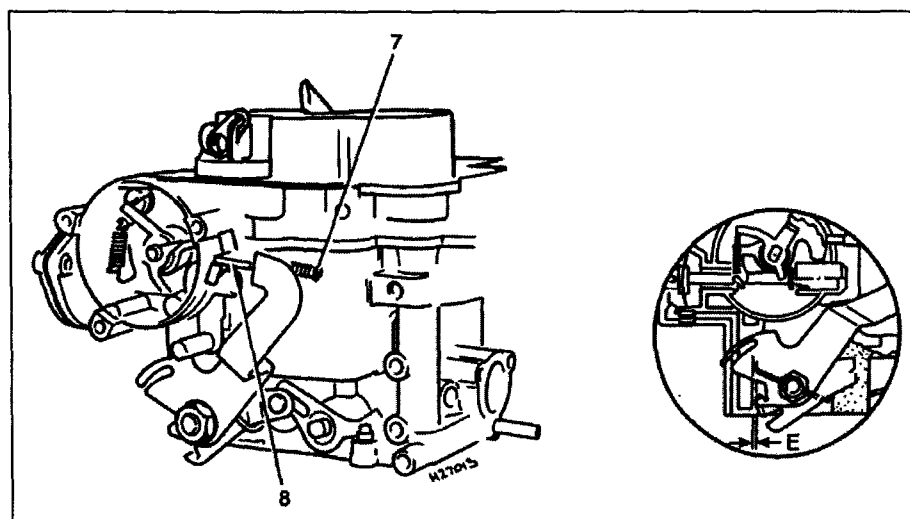

Рис. 4.21 Регулировка пусковых оборотов
- 21 Приоткройте дроссельную заслонку и полностью закройте воздушную. Регулировочный винт должен остановиться на второй ступени кулачка и приоткрыть дроссельную заслонку (рис. 4.21).